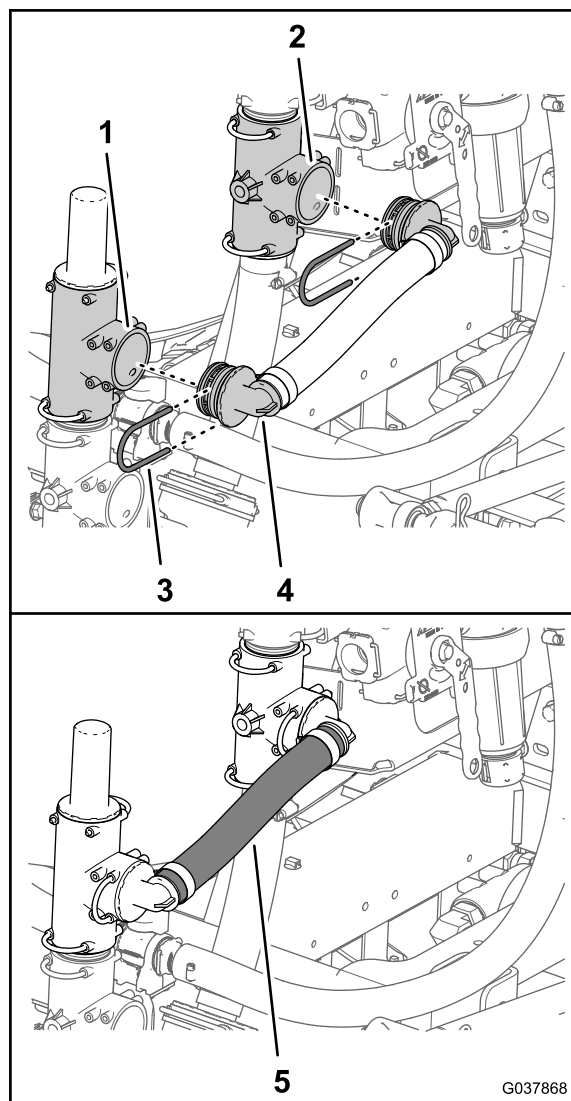

Рисунок 70
- Установите прямоугольный штуцер шланга сброса давления размером 25 x 298 мм (1 x 11-3/4 дюйма) в открытое отверстие тройника на клапане сброса давления (Рисунок 70).
- Установите прямоугольный штуцер шланга сброса давления в открытое отверстие нижнего тройника (Рисунок 70).
- Закрепите прямоугольные штуцеры на тройнике (Рисунок 70) с помощью двух держателей, снятых при выполнении пункта 1 и 2 в разделе Перемещение клапана сброса давления \(страница 33\).